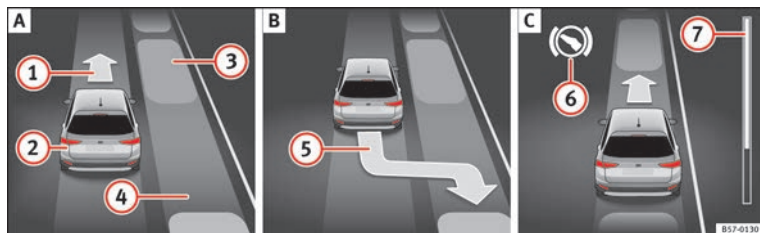
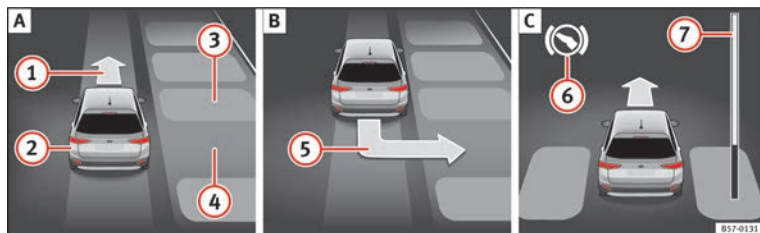

Fig. 203 Sur l'écran du combiné d'instruments : stationner en créneau. **A** Chercher une place de stationnement. **B** Position de stationnement. **C** Manœuvrer.
Fig. 204 Sur l'écran du combiné d'instruments : stationner en bataille. **A** Chercher une place de stationnement. **B** Position de stationnement. **C** Manœuvrer.
Légende de la **fig. 203** et **fig. 204** :
» **fig. 203 ⑦** et » **fig. 204 ⑦** affiche symboliquement la distance relative qu'il reste à parcourir à l'écran du combiné d'instruments. Plus la distance est grande, plus la barre de progression est remplie. En circulant en marche avant, le contenu de la barre de progression diminue vers le haut, et en circulant en marche arrière, il diminue vers le bas.
2.	Regardez sur l'affichage de l'écran du combiné d'instruments si la place « appropriée » a été détectée et si la position correcte pour stationner » fig. 203 B ou » fig. 204 B a été atteinte. La place sera considérée comme « appropriée » si l'indication de stationnement 5 apparaît à l'écran du combiné d'instruments.
Reculez jusqu'à ce que retentisse le signal continu du ParkPilot. OU : reculez jusqu'à ce que l'indication de passer en marche avant » fig. 203 A 1 ou » fig. 204 A 1 apparaisse à l'écran du combiné d'instruments.
9.	Le système de stationnement assisté dirige le véhicule en marche avant et en marche arrière jusqu'à ce qu'il soit centré sur la place » fig. 203 C ou » fig. 204 C.